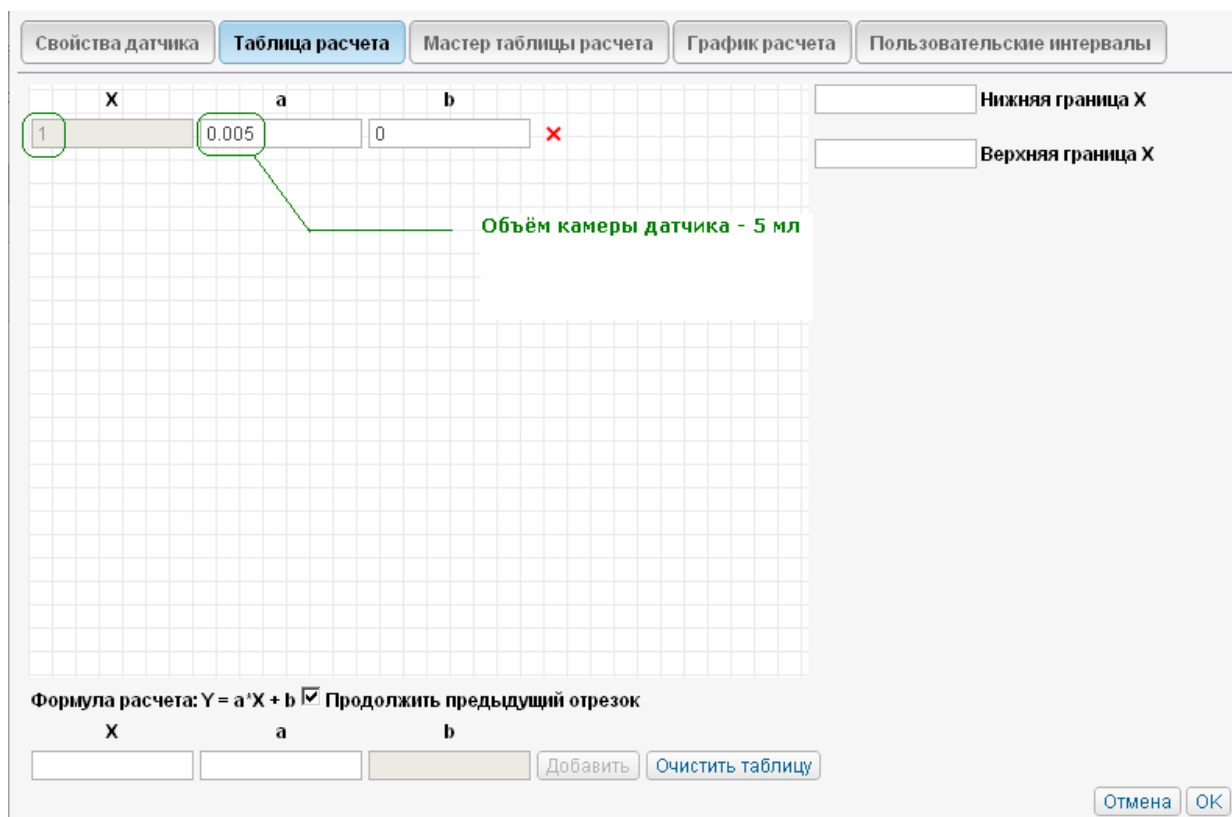

Рисунок 6
3.2.2. В таблицу расчета ввести объём камеры датчика. Который определяется по формуле $1/K$ где K – параметр указанный в паспорте расходомера. Например: для DFM 100D, $K=200$ импульсов/литр, отсюда объём камеры будет равен $1/200=0,005\text{л}=5\text{мл}$ (Рис. 6):